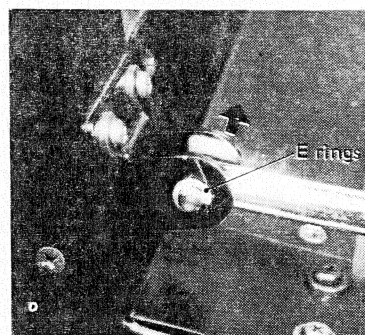

Abb. 6-7
3. Die Stützrohre, die noch an der ausgebauten Klappe hängen, abnehmen und an der neuen Klappe befestigen. (Zuerst die E-Ringe entfernen und dann die Stützen von der Halterung nehmen.) (Abb. 6-7).